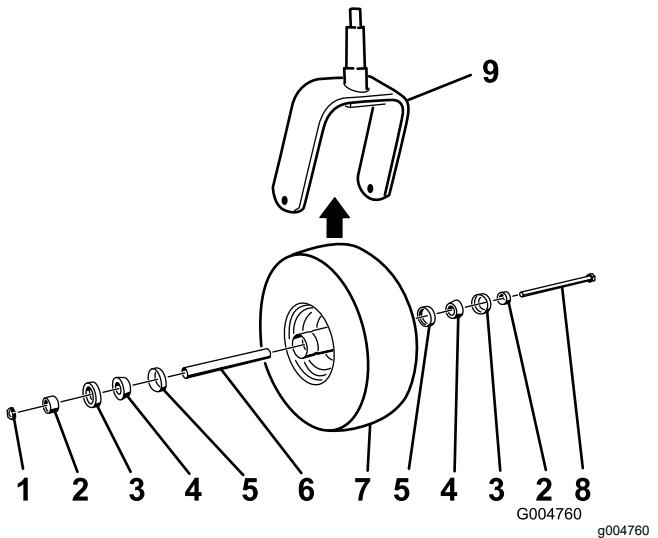

Figura 80
5. Ensamble la rueda giratoria presionando los cojinetes cónicos y las juntas, llenos de grasa, sobre el cubo de la rueda, según se muestra en la Figura 80.
2. Retire la contratuerca del perno (Figura 80).